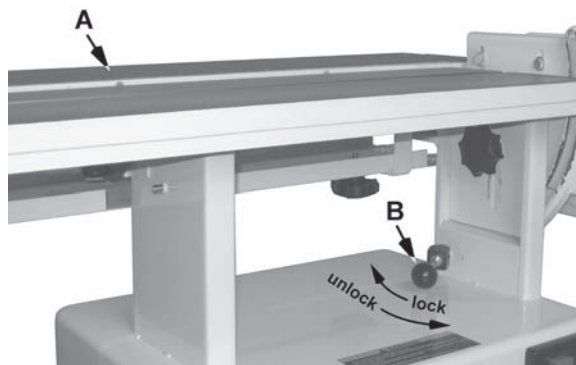
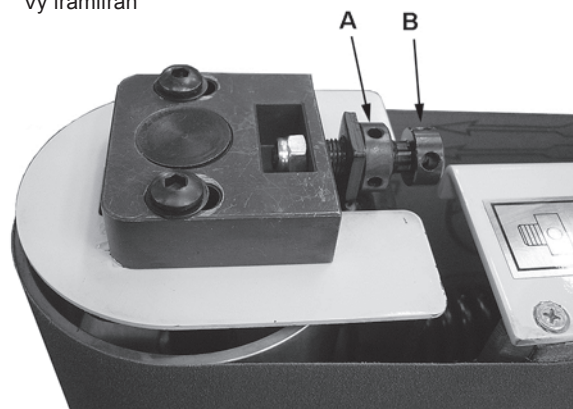

Bild 7
Bild 10
Se bild 7:
2. Lossa (lås upp) handtaget (B) (se bild 10) och placera slipenheten i horisontellt läge (A) (se bild 7). Lås inte handtaget.